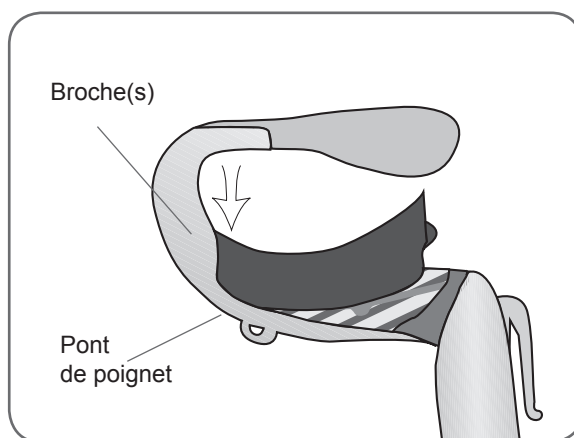

Figure 6-6 : Insertion du renfort de poignet sur le pont de poignet.
4. Insérez les broches du renfort de poignet dans le pont de poignet. Reportez-vous à la Figure 6-6. N'endommagez pas les circuits électroniques dans le pont de poignet.